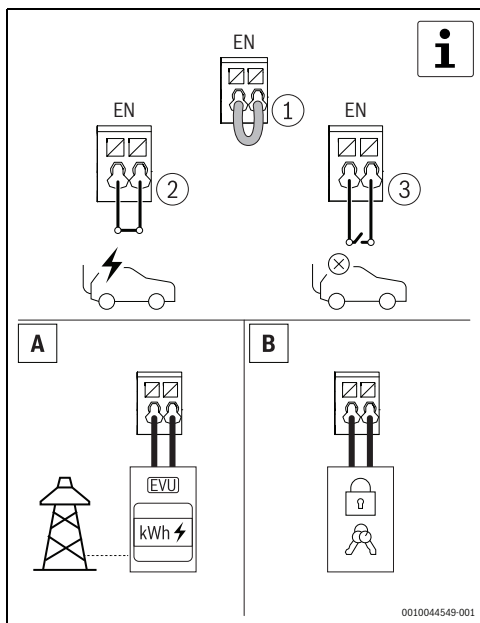

Fig. 287 Ingresso digitale opzionale
- ▶ Sbloccare la Power Charge 7000i con la scheda RFID, l'app o tramite un dispositivo di blocco esterno. Questo passo è facoltativo (→ Fig. 287 e 6.1.5, pagina 275).